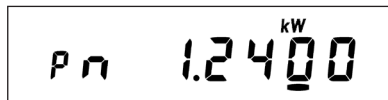

Рисунок 5.17
5.2.6.3 Окно «Мощность в цепи нулевого провода» (рисунок 5.17)